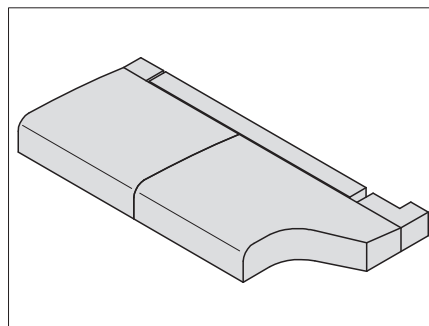
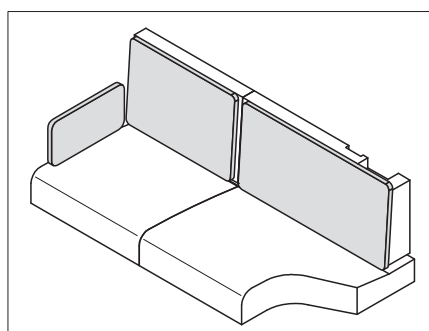

Fig. 213 Posizionamento dei sedili
Fig. 215 Cuscini per gli schienali
- Applicare i cuscini del divano, dello schienale e aggiuntivi come illustrato in Fig. 213 - Fig. 215.